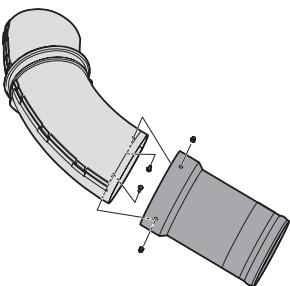

Figure 23
- Installez la goulotte supérieure dans l'extrémité plus large de la rallonge, puis fixez-les ensemble à l'aide des boulons hexagonaux (710-30313) et des écrous autobloquants (710-3013) et des écrous autobloquants (712-0442). Voir Figure 23.